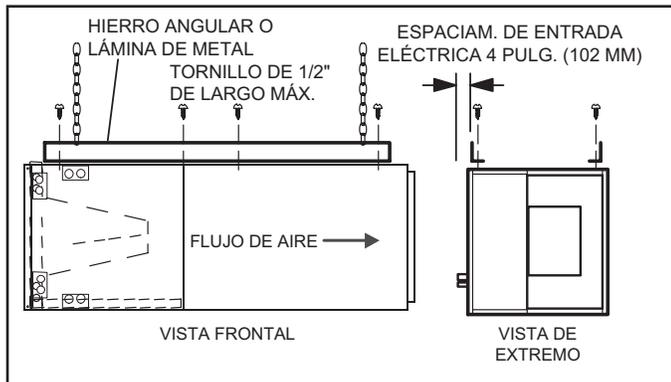

FIGURA 10. Cómo colgar la unidad horizontal
sea arriba o abajo) para apoyar el largo del gabinete. Use tornillos de sujeción de no más de 1/2 pulgada para evitar dañar el serpentín o el filtro. Ver la Figura 10. Use tornillos para lámina de metal para conectar los plenos de aire de retorno y suministro según sea requerido.
- 13 - Si va a colgar la unidad, debe estar apoyada a todo lo largo del gabinete. Si usa una cadena o correa, use una pieza de hierro angular o lámina de metal adjunta a la unidad (ya sea arriba o abajo) para que el largo completo del gabinete esté apoyado. Use tornillos de sujeción de no más de 1/2" para evitar dañar el serpentín o el filtro, como se ilustra en la Figura 10. Conecte los plenos de aire de retorno y suministro con tornillos para láminas de metal.